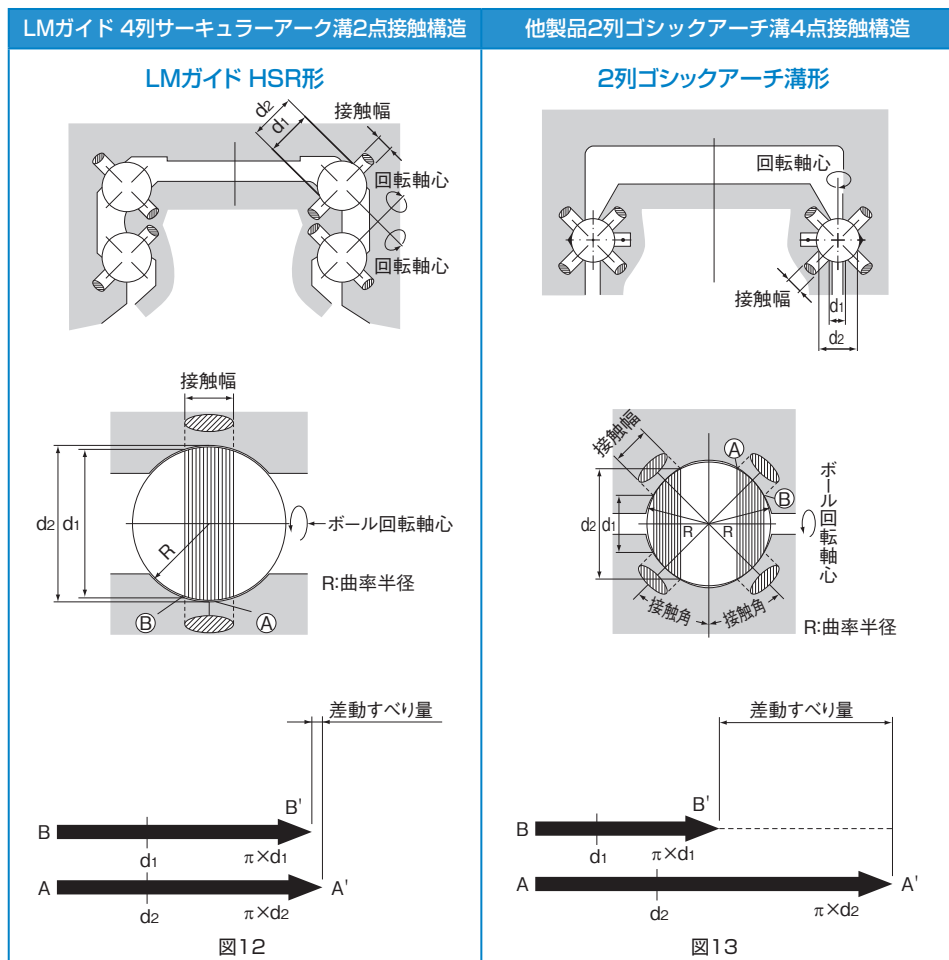

図12、図13に示すように、ボールが1回転すると内側接触径の円周長さ(πd_1)、外側接触径の円周長さ(πd_2)との差だけすべりを生じます。(このすべりを差動すべりと呼んでいます。)この差が大きいとボールはすべりながら回転することになり、摩擦係数が数十倍と大きくなり、摩擦抵抗が急激に増加します。
<p>予圧をかけた場合や、荷重が加わった状態でも、図1-19の図12、図13のように荷重方向に2点接触するので、d_1とd_2の差が小さく、差動すべり量が少なく良好な転がり運動が得られます。</p>	<p>図1-19の図12、図13のように接触面のd_1とd_2の差が大きく、以下のような場合などには、ボールに差動すべりが生じ、すべり抵抗に近い大きな摩擦が発生するため、異常摩耗により寿命が短くなります。</p> <ol style="list-style-type: none"> (1) 予圧をかけた場合 (2) 横方向の荷重が加わった場合 (3) 2軸以上の取付時に平行度が悪い場合 (4) スピン現象が発生した場合